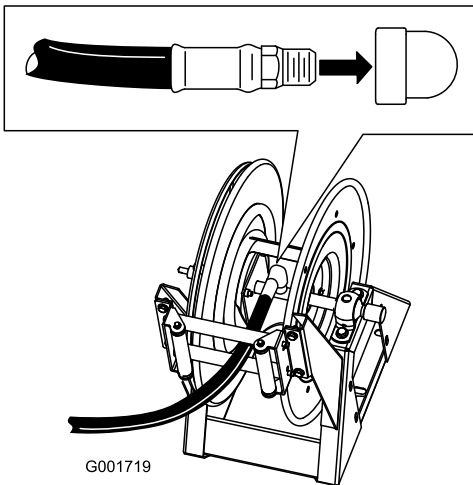

图19
1. 在长软管的接头螺纹周围缠绕聚四氟乙烯生料带，然后将接头安装到软管卷（图19）上的连接管。